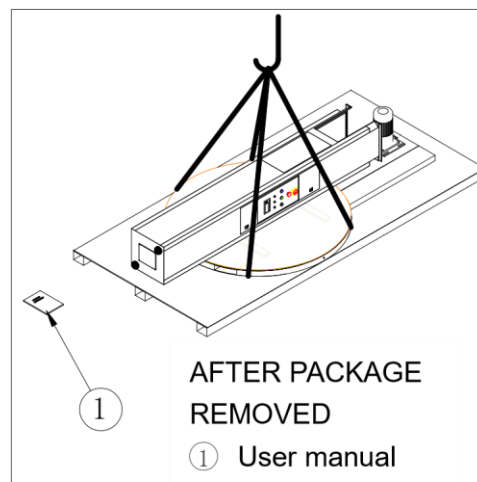

FIG 2-2
4. Проверьте наличие инструкции по эксплуатации (рис.2-2, поз.1);
после снятия упаковки (рис. 2-2)